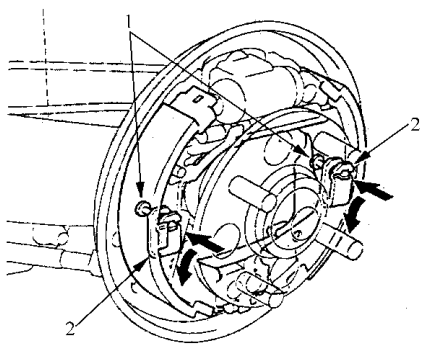

图 8-44 拆卸护座弹簧
2) 如图 8-44 所示，推压护座弹簧，转动张紧销，将其卸下。